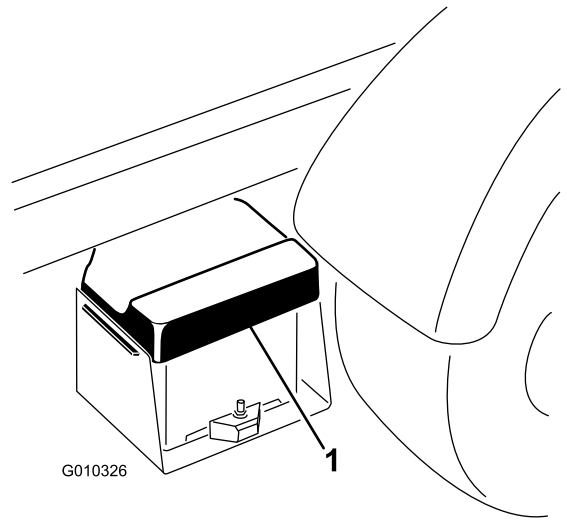

图41
1. 挤压电池盖，从电池座中松开凸耳，然后从电池座中取出电池盖（图41）。